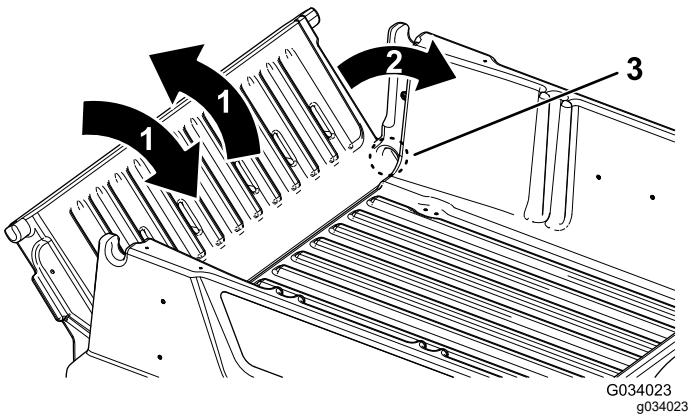

Рисунок 18
3. Короткими движениями, встряхивая, переместите откидной борт назад и вперед несколько раз (Рисунок 18).